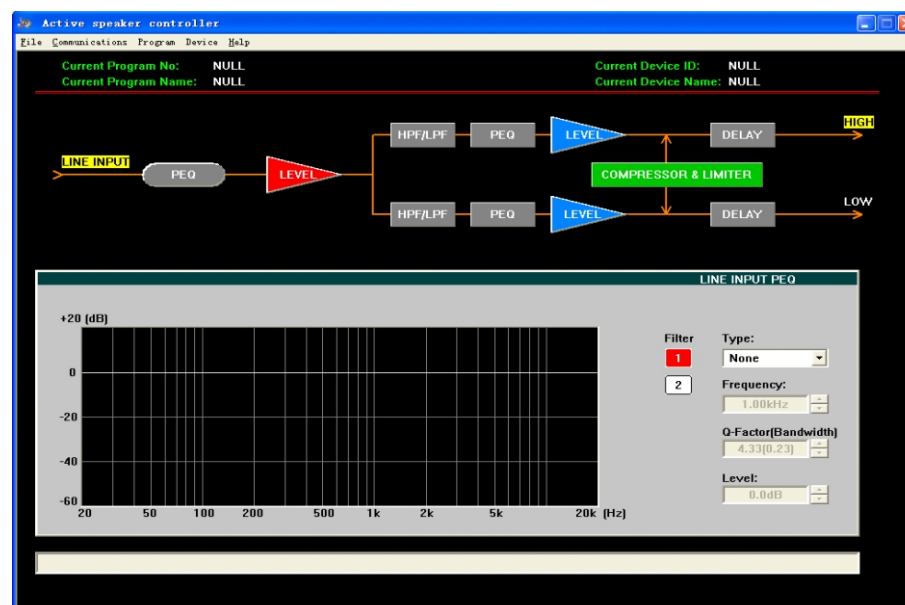

Рис.1
1. Запустите программное обеспечение (Active Speaker Controller) из меню программы с помощью кнопки запуска Windows, появится следующий интерфейс, см. рис. 1: